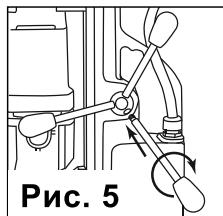

Рис. 5
2. Вкрутите все 3 рукоятки подачи сверла; (**Рис. 5**)